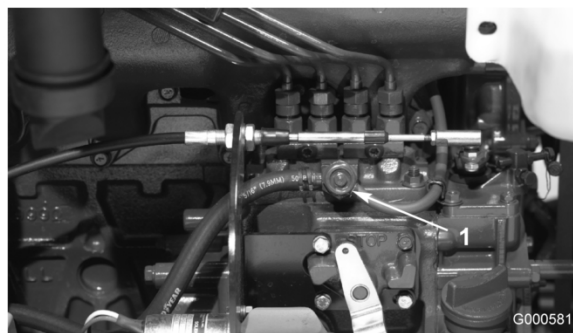

Bild 36
3. Öffnen Sie die Entlüftungsschraube an der Kraftstoffeinspritzpumpe (Bild 36).